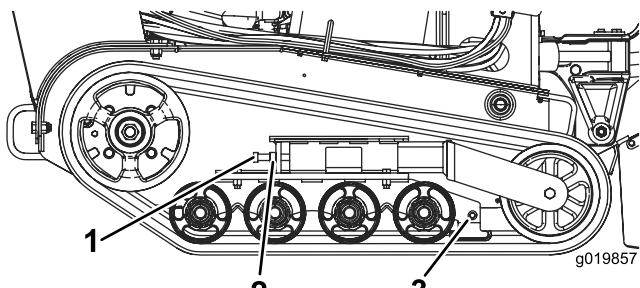

Figure 48
3. Desserrez l'écrou de blocage sur le boulon de tension de la chenille (Figure 48).
4. Serrez le boulon de réglage de tension à un couple de 32,5 à 40,7 N·m pour tendre la chenille (Figure 48).
4. Desserrez le boulon de réglage de tension et l'écrou de blocage (Figure 48).